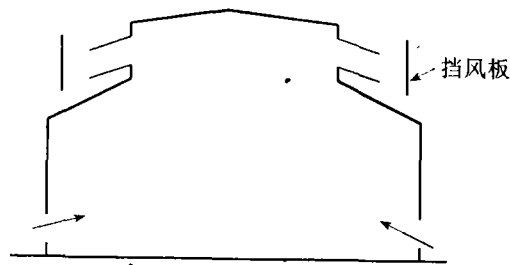

图 3
当数量的进风窗孔。(4) 为提高降温效果, 应尽量降低进风侧窗离地的高度, 南方炎热地区可取 $0.6 \sim 0.8 \text{ m}$ 。进风窗宜采用立式中轴窗和对开窗。(5) 如果迎风面和背风面外墙开孔面积占总面积的 $1/4$ 以上, 而且车间内部阻挡较少, 室外气流能横贯整个车间形成穿堂风。南方炎热地区厂房, 当不放散大量粉尘和有害气体时, 可以考虑以穿堂风为主的自然通风方式。(6) 热加工车间常采用上部天窗代替侧窗进行排风。为防止迎风面排风窗孔发生倒灌现象, 可以在天窗上设置如图 3 所示的挡风板或采用下沉式避风天窗。